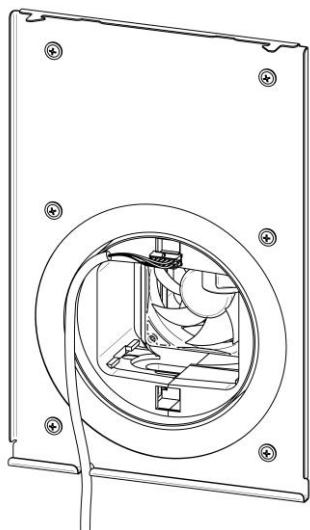

Рис. 21
10. Подключите кабель в разъем вентиляционного блока и установите в канал, см. Рис. 21